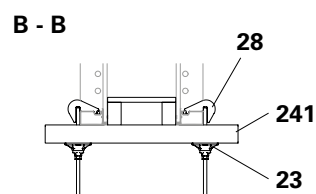

Fig. C10.08b
Filière 85 (241) avec ancrage d'about (28) et plaque-écrou orientable (23). (Fig. C10.08b)